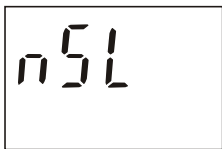

图 22
3. 您可选择非省电模式来取消自动关机。在仪表关机时，同时按 MN/MX 键和 ON 键直到屏幕上出现“nSL”（图 22）放开按键，仪表已开机，并选择了非省电模式。